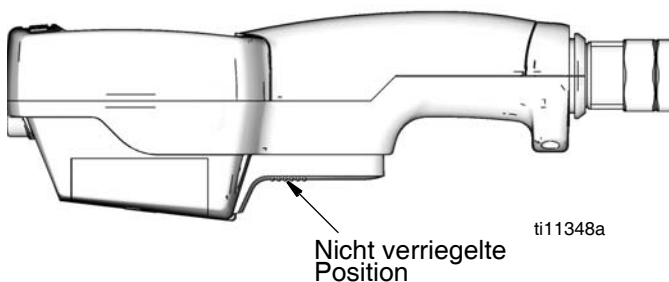

ABB. 21
**Zum Entriegeln des Abzugs (ABB. 21),** auf den glatten Teil des Abzugs drücken, bis er aus der verriegelten Position ausrastet. Beim Entriegeln des Abzugs stoppt der Materialaustritt.